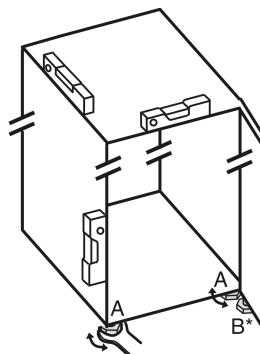

Fig. 24
- ▶ Seřizovací nožky Fig. 24 (A) vyšroubujte pomocí přiloženého vidlicového klíče a pomocí vodováhy, dokud nebude spotřebič pevně vyrovnaný.
- Seřizovací nožku Fig. 24 (B) na stojanu ložiska vytáchejte pomocí přiloženého vidlicového klíče, až dosedne na zem.
- Seřizovací nožku Fig. 24 (B) otáčejte dál o 90°.